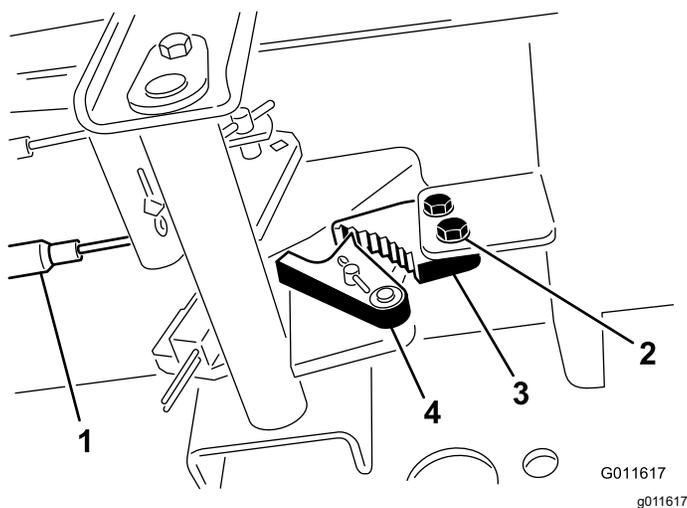

Figure 46
1. Desserrez les 2 vis qui fixent le cliquet du frein de stationnement au cadre (Figure 46).
2. Appuyez sur l'avant de la pédale du frein de stationnement jusqu'à ce que le verrou s'engage complètement sur le cliquet du frein (Figure 46).